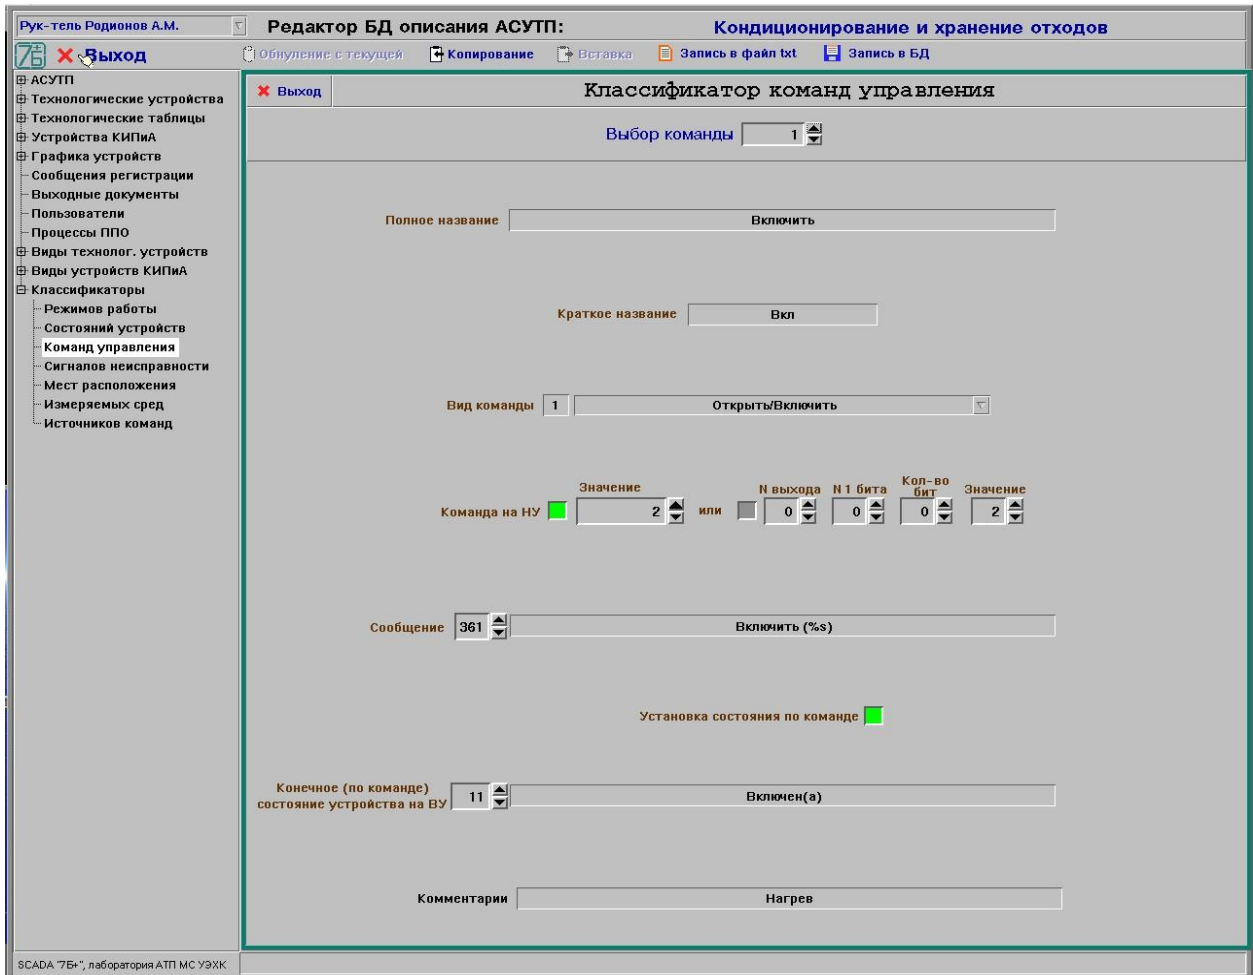

Рисунок 42 – Окно редактирования видов команд управления
8.22.5 В окне редактирования параметров режимов работы оборудования (см. рис. 42) дополнительно отображаются следующие параметры режима, записанные в БД, и которые может откорректировать пользователь: